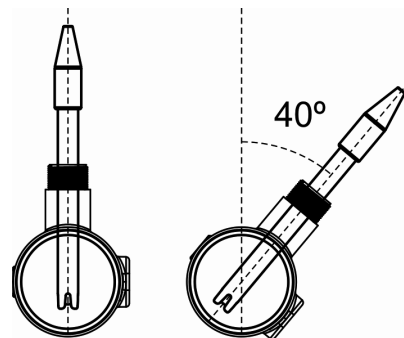

Fig. 13
4. Installez toujours la sonde de pH référemment verticale ou avec une inclinaison maximale de 40° (Fig. 13).